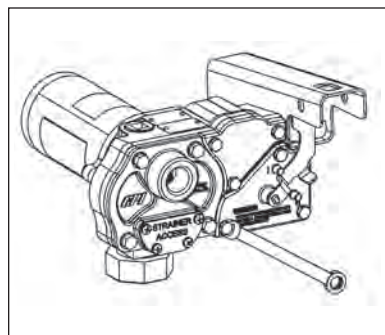

Figura 15
- Remova a tampa do interruptor da carcaça da bomba. (Figura 15)